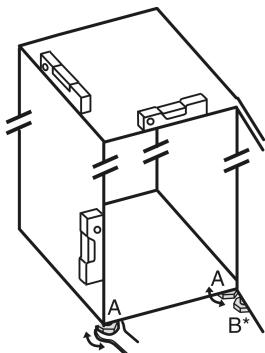

Fig. 24
- Svitare i piedini regolabili Fig. 24 (A) con la chiave a forchetta contenuta nella fornitura e con l'aiuto di una bilancia idrostatica, finché l'apparecchio non si trova in posizione stabile e piana.
- Con la chiave a forchetta in dotazione, svitare il piedino regolabile Fig. 24 (B) sul cuscinetto di supporto inferiore, fino a farlo appoggiare sul pavimento.
- Ruotare ulteriormente il piedino regolabile Fig. 24 (B) di 90°.